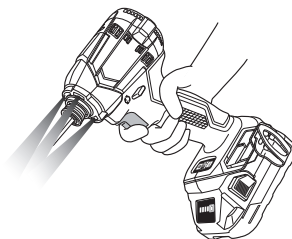

Fig. 15
12. Señal de aviso de luz LED (Fig. 15)